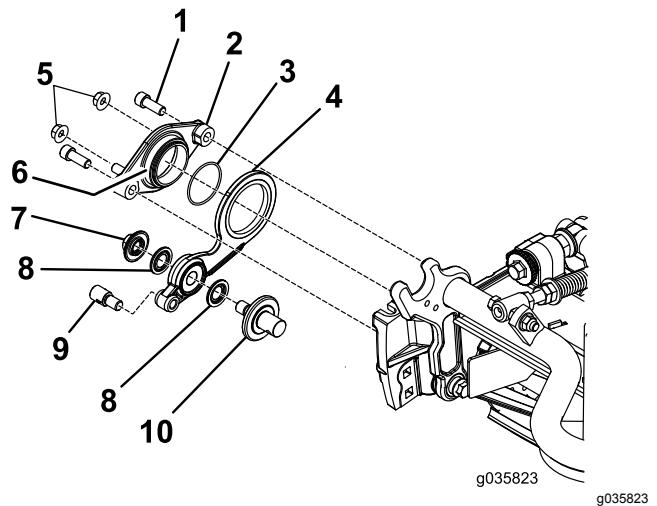

Figura 9
1. Monte las piezas que conforman el conjunto de la polea tensora, tal y como se muestra en Figura 9. Apriete la tuerca con arandela prensada a entre 37 y 45 N·m; apriete el collar del regulador a entre 33 y 41 N·m.
4. Utilice un compuesto antiadherente en el diámetro externo del conjunto del cubo del pivote (Figura 9).
5. Coloque el cubo del pivote sobre la polea tensora y fíjelo al molinete con 2 pernos allen (Figura 9).
6. Instale provisionalmente las 2 contratuercas en el cubo del pivote (Figura 9).